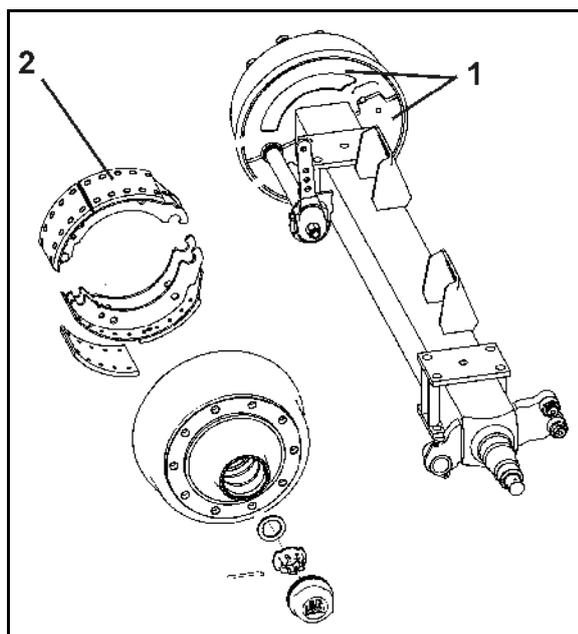

Fig. 133
1. Dévissez les deux plaques d'obturation (Fig. 133/1) du côté intérieur du tambour de frein.
Les saletés peuvent se déposer sur les garnitures de frein (Fig. 133/2) et dégrader fortement les performances de freinage.